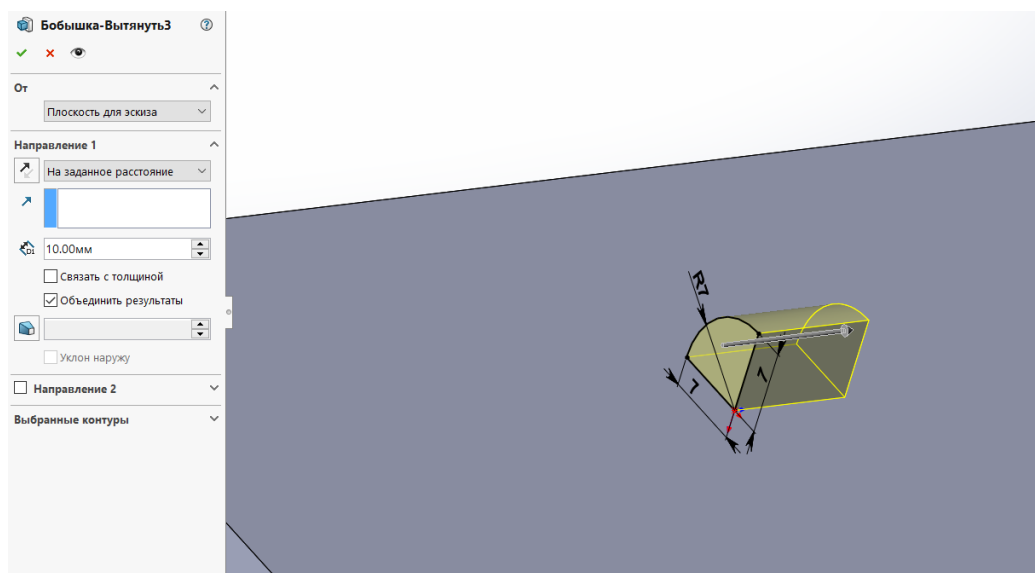

Рисунок 18 – вытягивание опорного эскиза жалюзи
28. Вытянуть созданный эскиз на 10 мм (рис. 18).